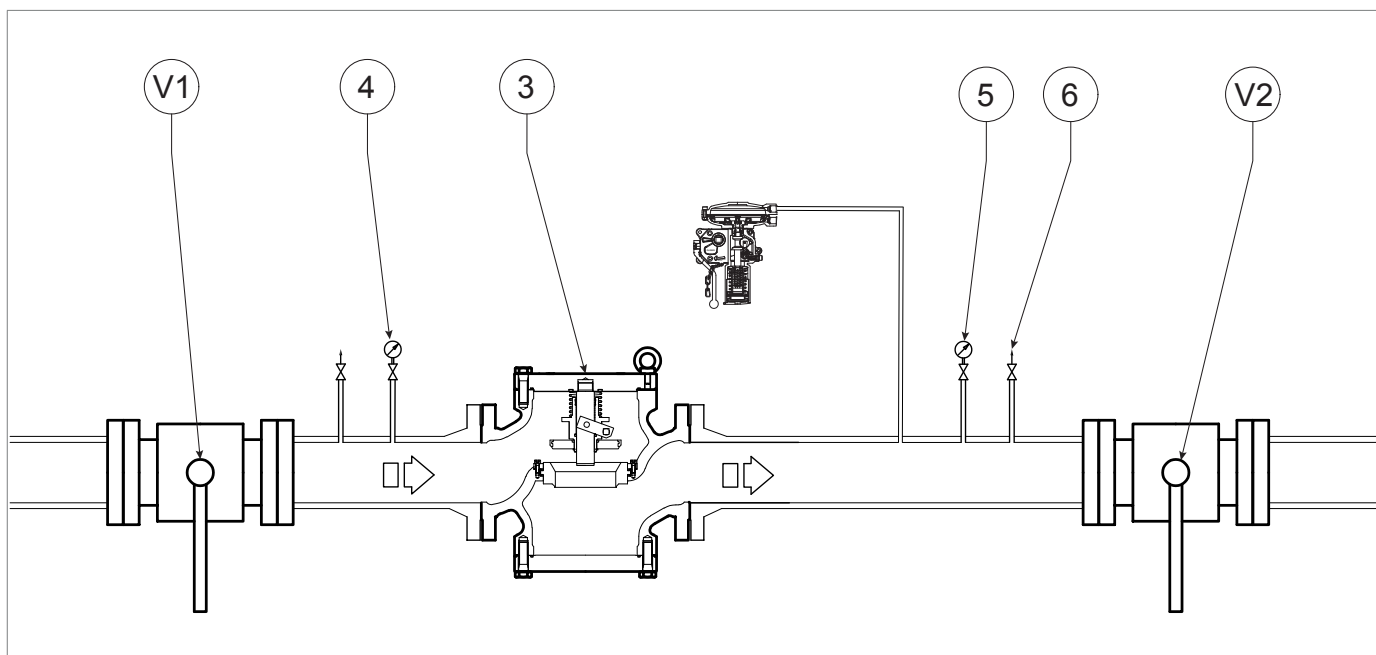

Fig. 8.9. Verifica di tenuta della valvola di blocco SCN
1	<p>Aumentare la pressione di valle (Pd) per verificare la corretta taratura:</p> <ul style="list-style-type: none"> <li>della linea, utilizzando una fonte di pressione esterna</li> <li>della testata del pressostato, facendo riferimento al par. "8.5.3 - Pressurizzazione con fonte esterna".</li> </ul> <p>! AVVISO!</p> <p>Controllare la pressione facendo riferimento al manometro di valle (Fig. 8.9, rif. 5).</p> <p>Se la valvola di blocco:</p> <ul style="list-style-type: none"> <li>interviene prima del valore di pressione previsto: avvitare (senso orario) la ghiera di regolazione (13) così da comprimere maggiormente la molla (11);</li> <li>non interviene al valore di pressione previsto: svitare (senso antiorario) la ghiera di regolazione (13), così da scaricare la molla (11).</li> </ul>
2	Diminuire la pressione nella testata del pressostato utilizzando il rubinetto di scarico (3) della fonte esterna o il rubinetto di scarico (Fig. 8.9, rif. 6)
1	Aprire parzialmente il rubinetto di scarico (Fig. 8.9, rif. 6) e tenerlo aperto per le fasi successive.
2	<div style="border: 1px solid black; padding: 5px; margin-bottom: 5px;">  AVVISO! </div> <p>Controllare la pressione facendo riferimento al manometro di valle (Fig. 8.9, rif. 5).</p> <p>Se la valvola di blocco:</p> <ul style="list-style-type: none"> <li>• interviene prima del valore di pressione previsto: svitare (senso antiorario) la ghiera di regolazione (15) così da scaricare la molla (17);</li> <li>• non interviene al valore di pressione previsto: avvitare (senso orario) la ghiera di regolazione (15), così da comprimere maggiormente la molla (17).</li> </ul>
3	Chiudere il rubinetto di scarico (Fig. 8.9, rif. 6).
1	<p>Aumentare la pressione di valle (Pd) fino al valore di intervento della valvola di blocco, per verificare la corretta taratura:</p> <ul style="list-style-type: none"> <li>della linea, utilizzando una fonte di pressione esterna</li> <li>della testata del pressostato, facendo riferimento al "8.5.3 - Pressurizzazione con fonte esterna".</li> </ul> <p>! AVVISO!</p> <p>Controllare la pressione facendo riferimento al manometro (Fig. 8.9, rif. 5) posto a valle del regolatore principale.</p> <p>Se la valvola di blocco:</p> <ul style="list-style-type: none"> <li>interviene prima del valore di pressione previsto: avvitare (senso orario) la ghiera di regolazione (13) così da comprimere maggiormente la molla (11);</li> <li>non interviene al valore di pressione previsto: svitare (senso antiorario) la ghiera di regolazione (13), così da scaricare la molla (11).</li> </ul>
2	Diminuire la pressione del tratto di valle aprendo lo sfiato (Fig. 8.9, rif. 6) per portarla fino al valore di taratura del regolatore principale.
3	Chiudere il rubinetto di sfiato (Fig. 8.9, rif. 6).